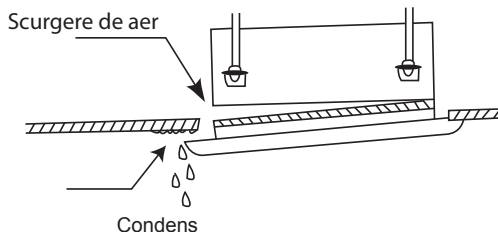

Fig.35
(2). O strângere neadecvată a șuruburilor poate cauza problemele prezentate în Fig. 35